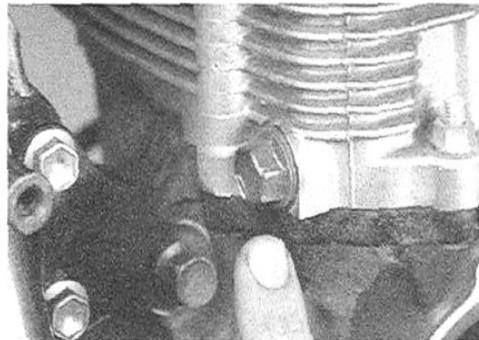
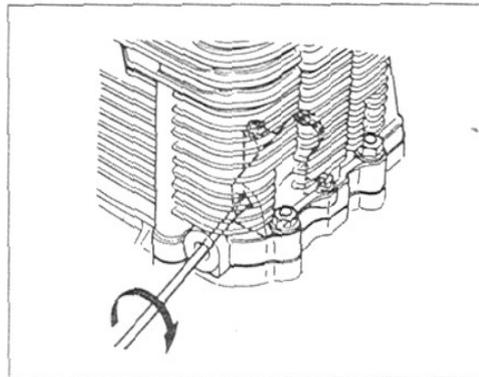

Bild 113
Bild 114
- Verschluss-Schraube (Bild 113) ausdrehen und mit Schlitzschraubendreher Steuerkettenspanner im Uhrzeigersinn drehen, um Kettenspannung zu verringern (Bild 114).